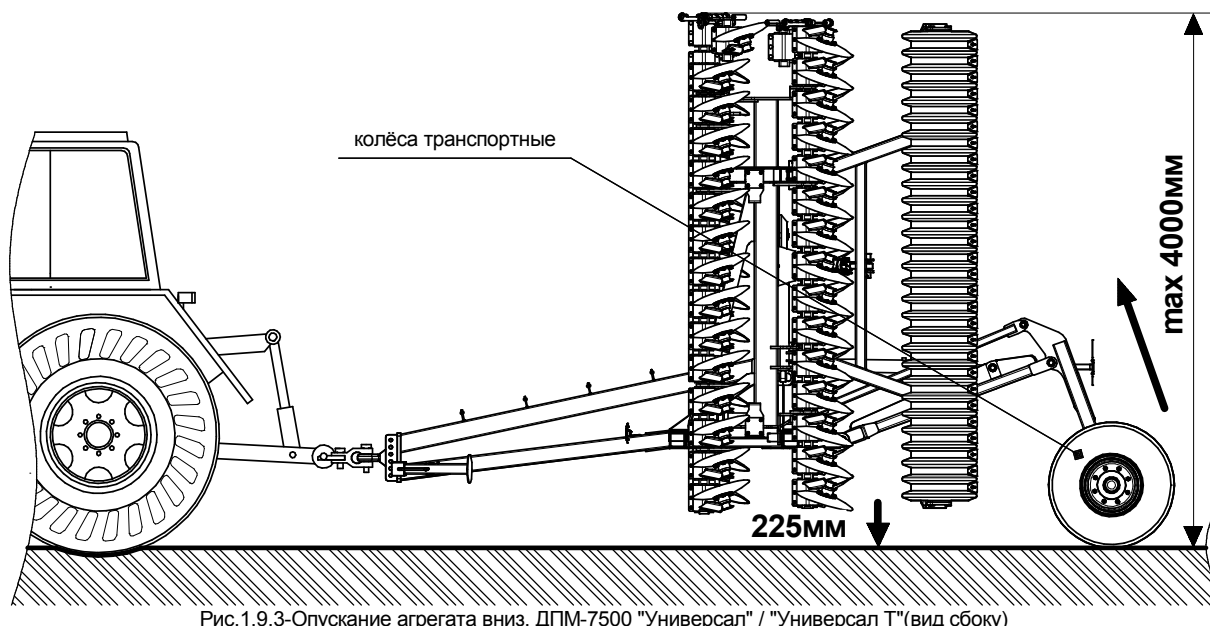

Рис.1.9.3-Опускание агрегата вниз. ДГМ-7500 "Универсал" / "Универсал Т"(вид сбоку)
4. С помощью рычагов управления гидравлики транспортных колёс (рис.1.9.3), опустите агрегат таким образом, чтобы высота транспортного положения была максимум 4м.